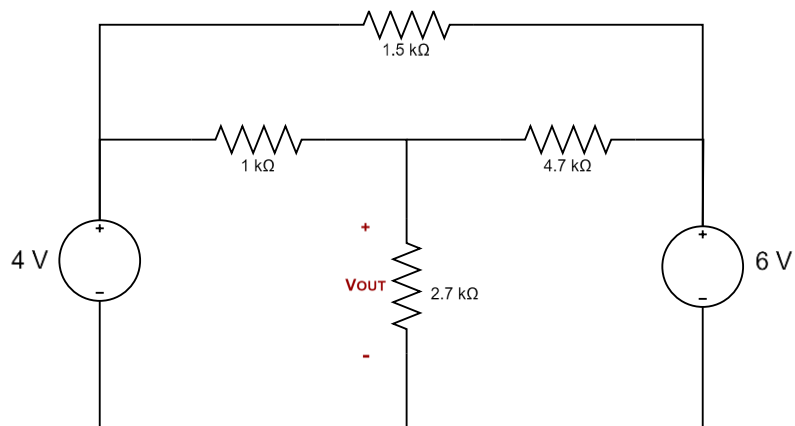

Figura 4.10. Ejercicio 1 Thevenin.
Práctica 2- Implementa el circuito de la *figura 4.10* en el protoboard.
2.2 Implementa el diagrama de la *figura 4.10* en el protoboard y mide el voltaje en la resistencia de $2.7\ k\Omega$ con el multímetro. Reporta fotografías como evidencia.